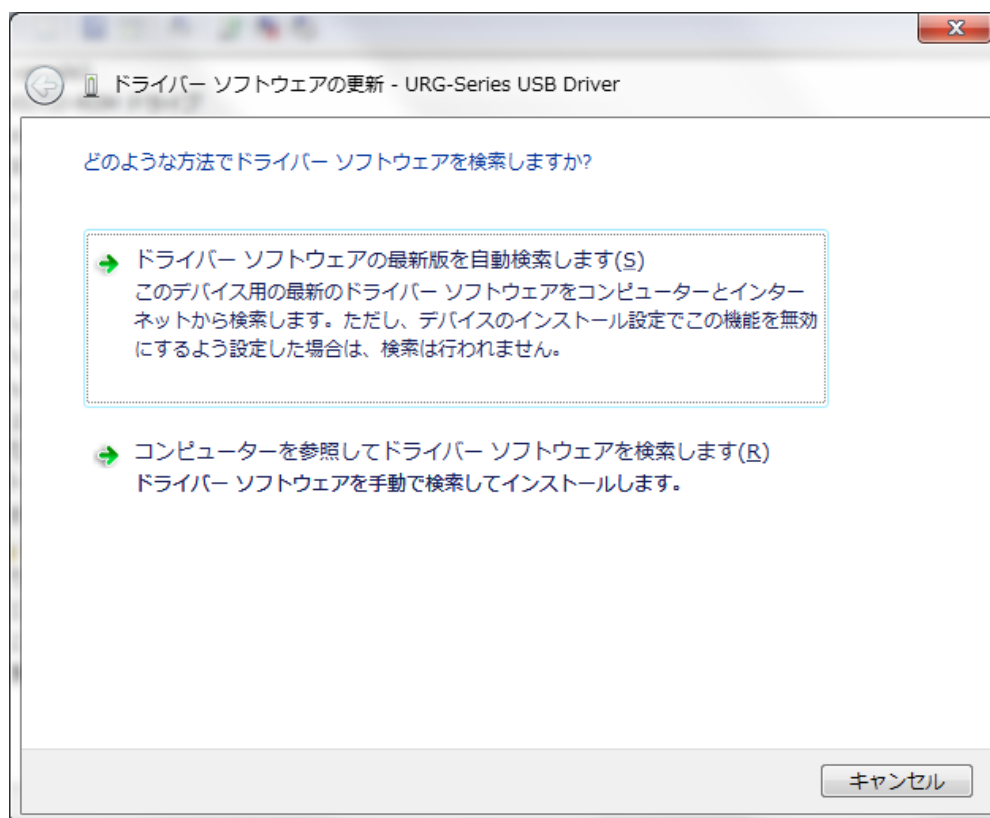

図 8.2-3 ドライバー ソフトウェアの更新①
3. 「コンピュータを参照してドライバー ソフトウェアを検索します」を選択します。(図 8.2-3)